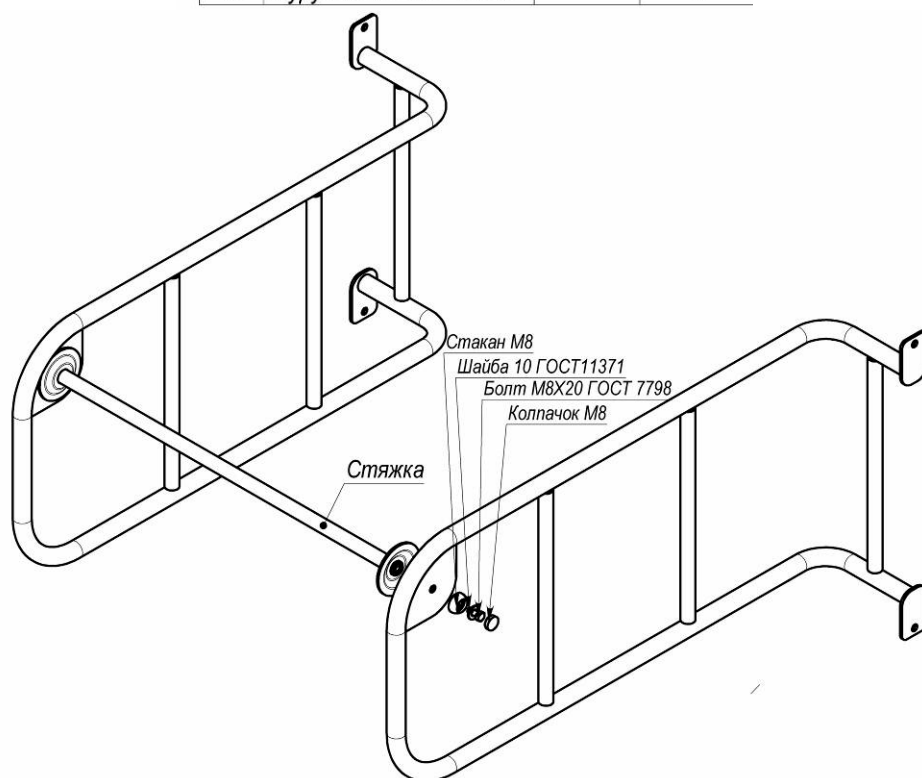

Рисунок 22 «Збирання спірального спуску»
24) Зібрати спіральний спуск із опорою та прикріпити до нього фанерну накладку (рис.22). Спуск кріпити до стовпа шурупами по спіралі із кроком 108 мм. Також зібрати металеві каркаси боковин між собою за допомогою стяжки, відстань між фланцями повинна складати 1120 мм. Примітка: у додатку спіральний спуск (поз.12) вказано вже в зібраному стані. Елементи, необхідні для його збирання та прикріплення до вежі, їх кількість вказано у специфікації нижче та на рис.22, 23.